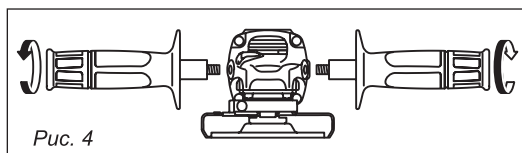

Рис. 4
6.2. Установка боковой ручки (рис. 4)